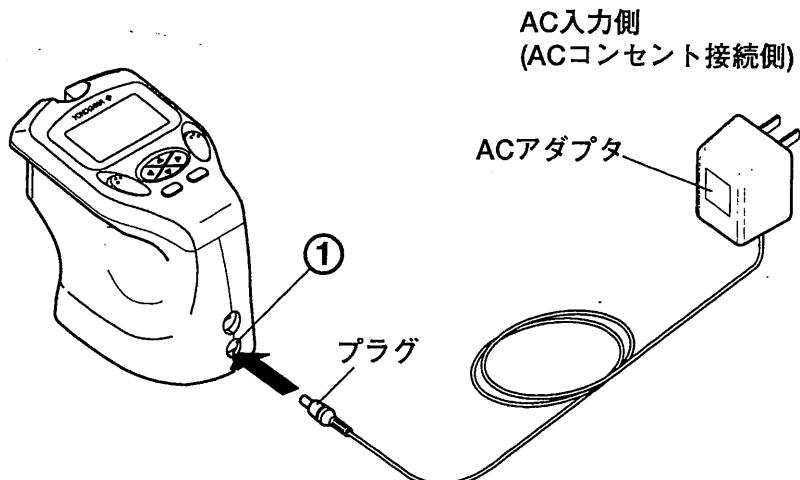

図2.2.1
『手順2』 ACアダプタのプラグを図2.2.1のように本器背面の①に接続します。